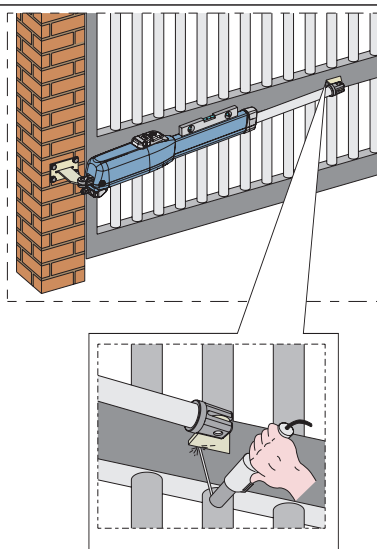

Fig. 12
9) Sluit de vleugel en zoek het bevestigingspunt van de voorste beugel op terwijl u de aandrijving perfect horizontaal houdt (fig.12).
10) Bevestig de voorste beugel voorlopig met twee laspunten (fig.12).